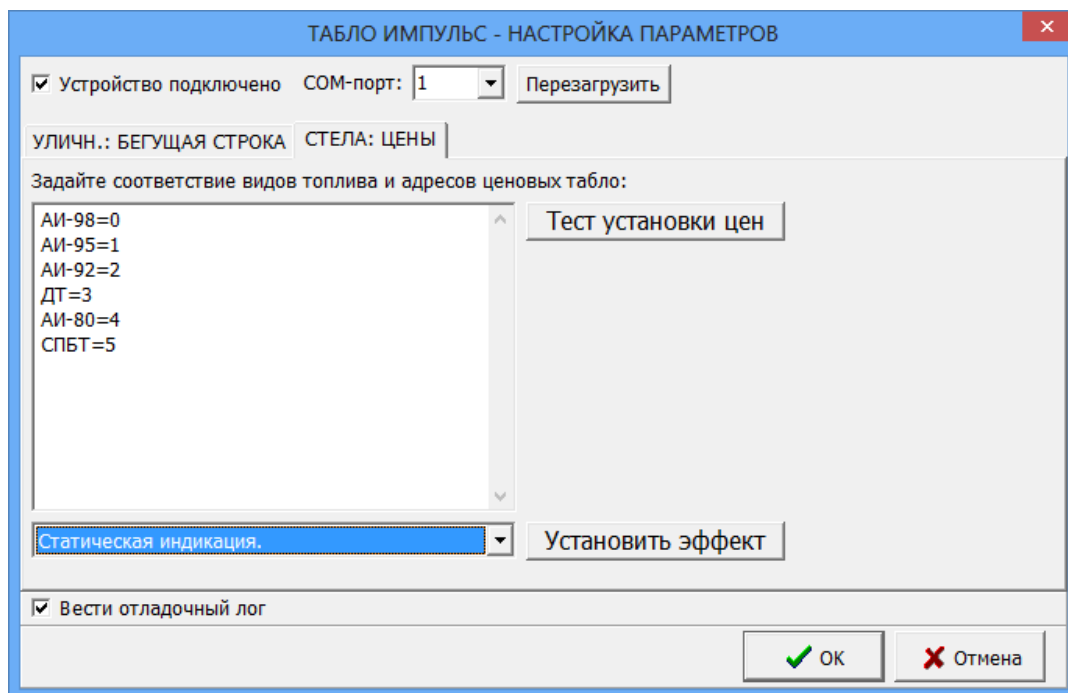

Рис. 25
Настройку стелы VDS (т.е. ввод текста, отображаемого на стеле, ввод параметров, необходимых для подключения стелы VDS к ПТК АЗС) выполните в окне «Табло Импульс-настройка параметров» (в меню «Настройка\Стела VDS(пульт управления)» (рис.25)). Для настройки стелы выполните следующие действия в окне «ТАБЛО ИМПУЛЬС-НАСТРОЙКА ПАРАМЕТРОВ\Стела:Цены»:
- запустите программу оператора, откройте окно «ТАБЛО ИМПУЛЬС-НАСТРОЙКА ПАРАМЕТРОВ\Стела:Цены» (рис.25) в поле «Задайте соответствие видов топлива и адресов ценовых табло» появится список видов топлива, заданный в программе конфигурации.